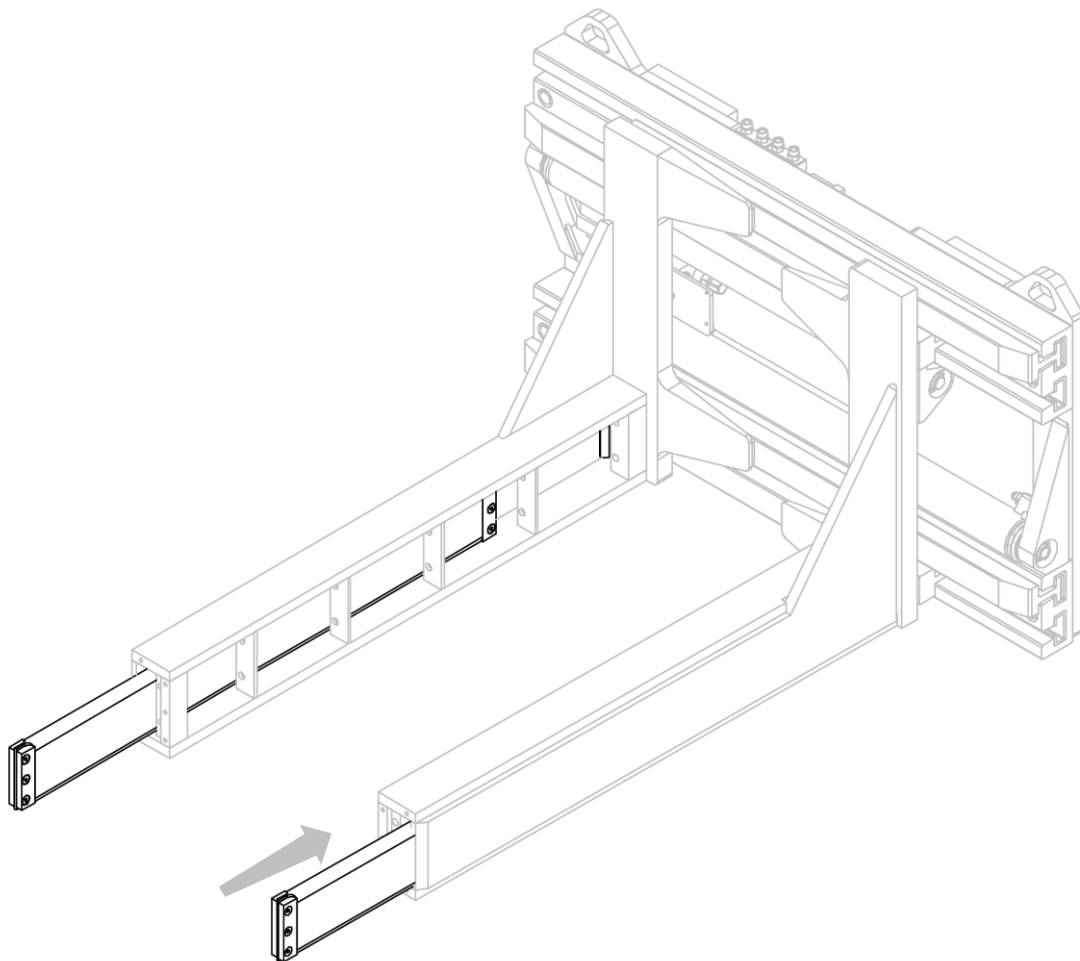

Figura 17
2. Posizionare nelle apposite sedi i polmoni in gomma (vedi *Figura 17*).